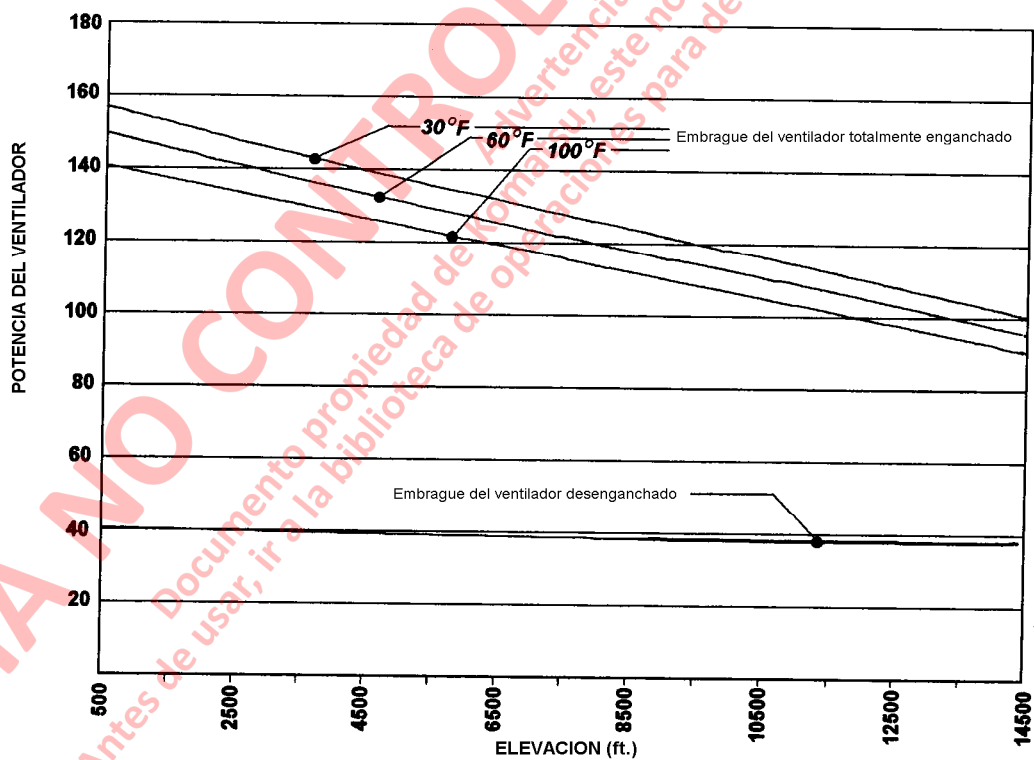

FIGURA 3-14. PERDIDA PARASITA TOTAL A TODA POTENCIA
- c. Consulte la Figura 3-14 para la curva de pérdidas parásitas.